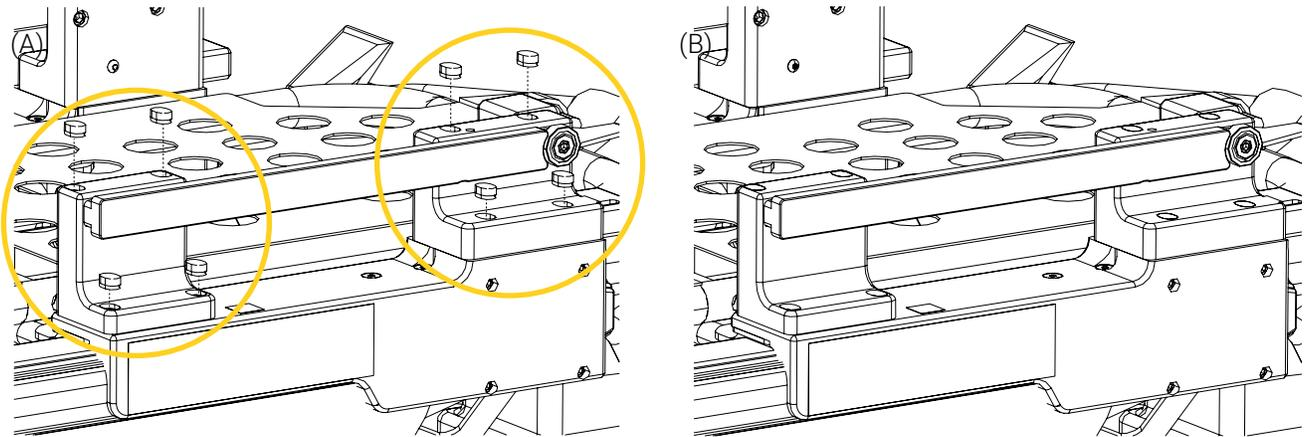

Figure 49: Installation des caches-vis sur les Blocs d'ancrage de rail XTPA-PPXT (côté gauche du patient)
22. Installer les huit (8) caches-vis sur les Blocs d'ancrage de rail XTPA-PPXT de chaque Système de rail XTPA-PPXT à l'aide d'un poinçon et d'un maillet, en s'assurant qu'ils soient plats et nivelés avec la surface des blocs d'ancrage de rail (Figure 49).